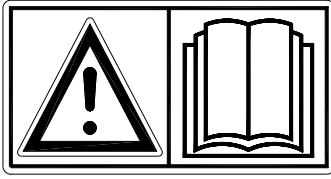

Abb. 1
**Lesen und verstehen** (Abb. 1) Vor der Inbetriebnahme der Verti-Drain® muss die Betriebsanleitung aufmerksam gelesen und verstanden worden sein.